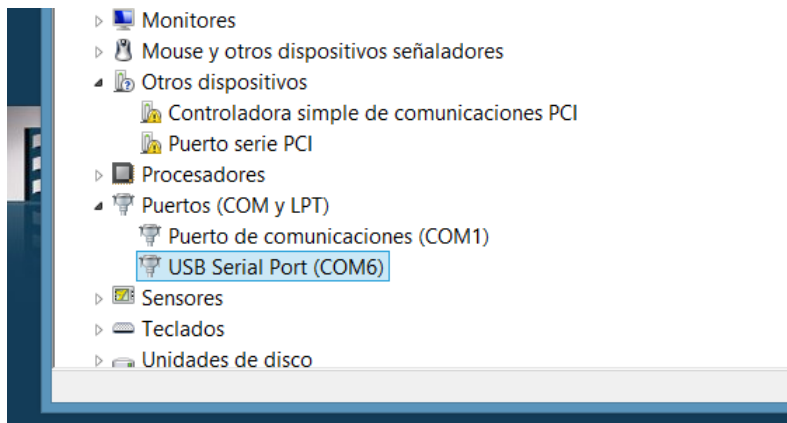

Fig. 129-Administrador de dispositivos
- 4) Dentro de la ventana del administrador de dispositivos, desplegar el menú "Puertos (COM & LPT)" y hacer doble click en el puerto serie que corresponde al iProgrammer. En el ejemplo de la Fig. 129, es el puerto "USB Serial Port (COM4)".